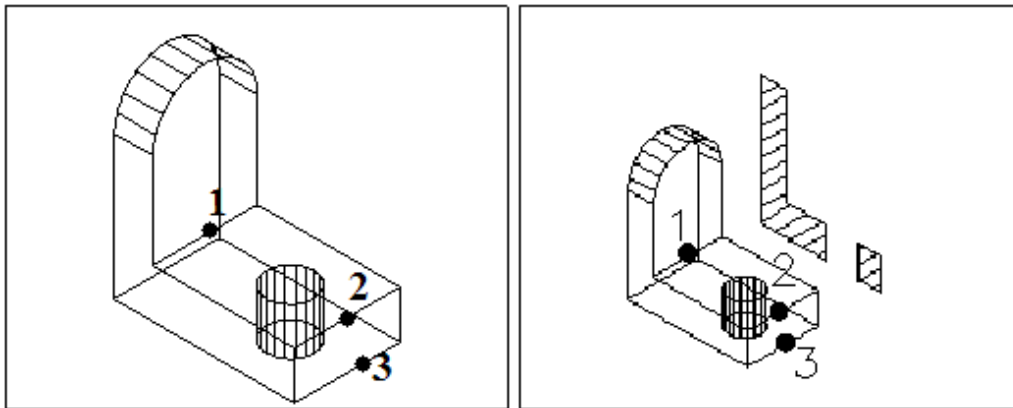

Рисунок 31 - К заданию 3.2.8
3.2.8 Создать трехмерный объект и построить сечение тела (рисунок 31).